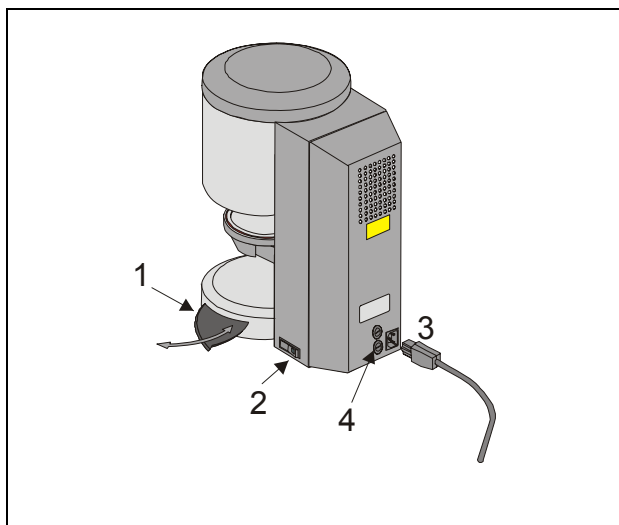

Fig. 1
Raccorder la pompe à vide (Fig. 1).
- Brancher l'appareil sur le secteur avec le cordon secteur fourni (Fig. 1). Utiliser un câble de type HO5RR-F 3G1,0 mm² pour le raccordement. Eviter le raccordement sur des prises à rallonge; risque d'incendie en cas de surcharge.
Si l'appareil n'est pas utilisé, remonter le lift dans l'enceinte de cuisson et arrêter l'appareil par l'interrupteur principal (voir fig. 1, pos. 2). La fermeture de l'enceinte de cuisson protège l'isolation et empêche l'infiltration d'humidité.